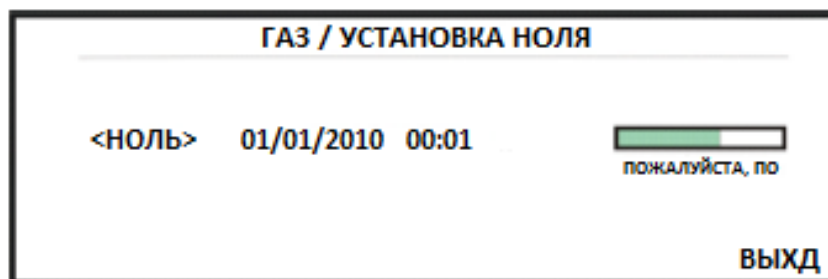

Рисунок 2.71 – Окно ГАЗ / УСТАНОВКА НОЛЯ
2.5.10.10 Выберите «НОЛЬ >>» в окне «ГАЗ» для вызова меню «ГАЗ / УСТАНОВКА НОЛЯ» (см. рисунок 2.71).